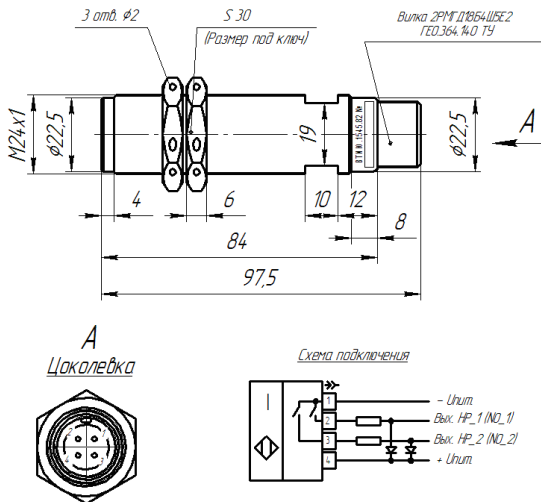

Рисунок 1. Габаритный чертеж и схема подключения ВТИЮ.1545.82
Габаритные и присоединительные размеры	см. рис. 1
- Проверить маркировку выключателя и подключить в строгом соответствии со схемой подключения (см. рис.1). **Соединитель подключать только при отсутствии напряжения в подключаемых цепях!!!** В случае подачи напряжения выше предельного напряжения питания выключатель выходит из строя.